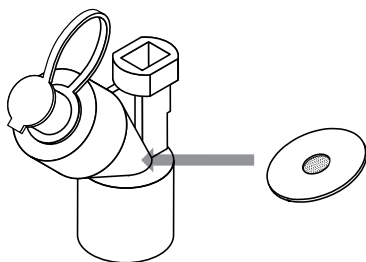

Figura 2. Tecnología de malla vibratoria Aerogen Palladium
- No aplique presión indebida en la placa de apertura convexa situada en el centro del nebulizador (Figura 2).